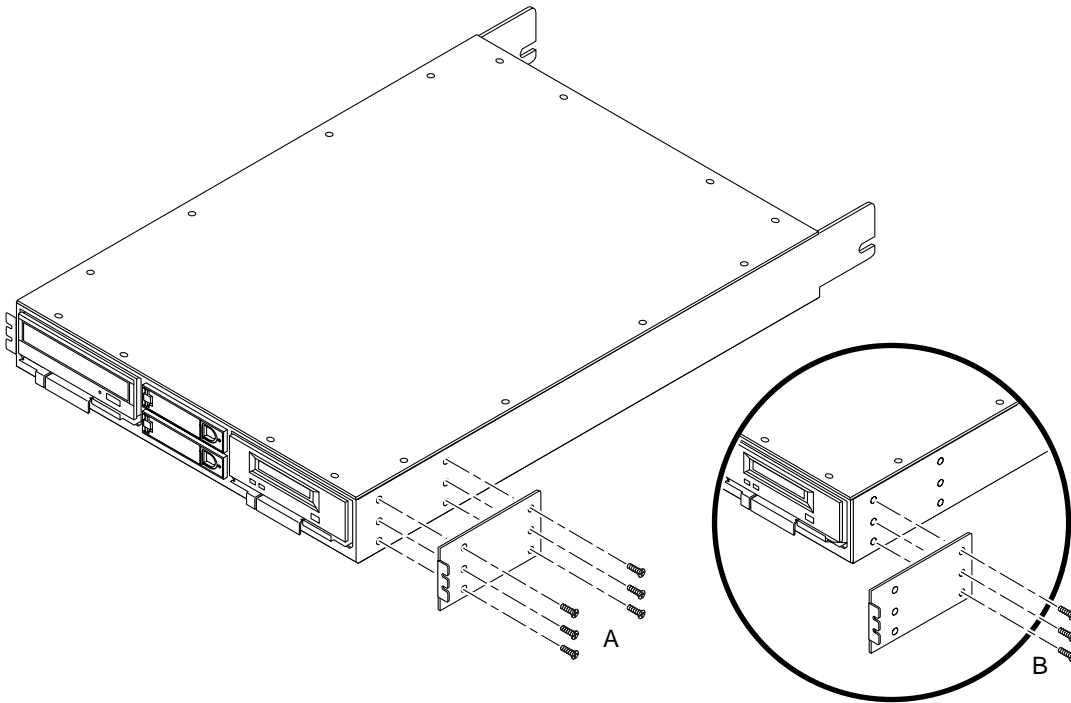

FIGURE 2-8 Fixation de la patte de montage au plateau de stockage
- Si vous montez le plateau de stockage dans l'armoire Sun Enterprise, alignez *uniquement* les orifices *arrière* de chaque patte de montage avec les orifices *avant* du plateau de stockage (FIGURE 2-8, B).
- Si vous montez le plateau de stockage dans une armoire d'extension Sun StorEdge, alignez les orifices *avant et arrière* de chaque patte de montage avec les orifices *avant et arrière* du plateau de stockage (FIGURE 2-8, A).